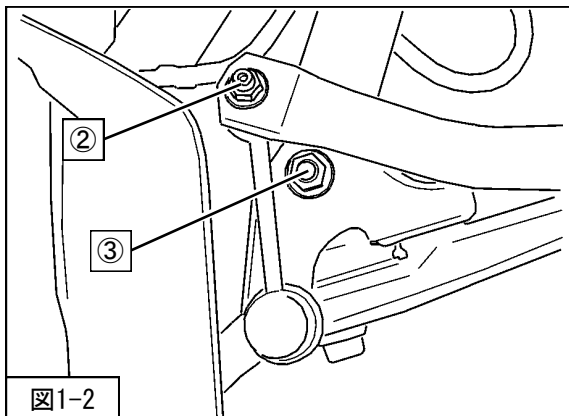

図1-2
3. ②スタビライザリンク取付ナット
③フロントサスペンションASSYロア取付ボルト・ナットを取外してください。(図1-2)